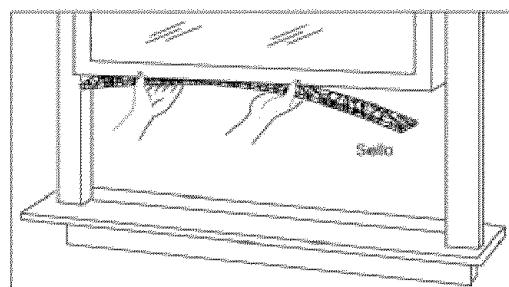

Fig. 3
3. Corte la tira de sellado del ancho de la ventana. Quite el revestimiento de la tira adhesiva y péguéla en el interior de la parte inferior de la ventana (Fig. 3).